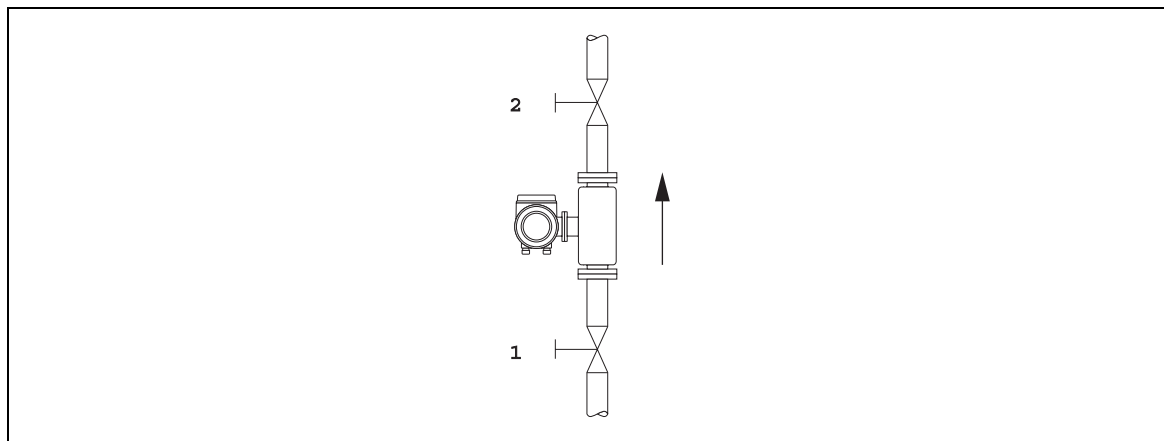

Рис. 32 Коррекция нулевой точки и отсечные клапаны
- Коррекция выполняется при полностью заполненных измерительных трубах и при нулевом расходе ($v = 0$ м/с). Это достигается, например, установкой отсечных клапанов до и/или после сенсора или за счет использования имеющихся клапанов и задвижек (Рис. 32):